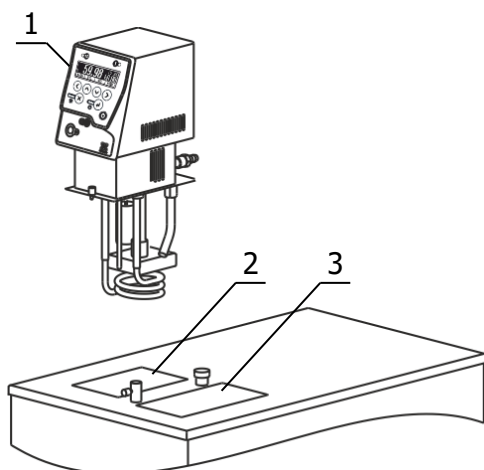
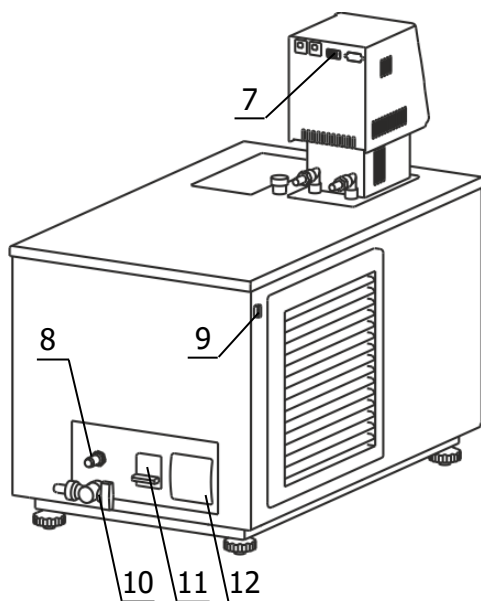

Рисунок 2 — Установка блока регулирования
Рисунок 4 — Задняя панель термостата
2.2.3 Блок регулирования 1 погрузить в отверстие 2 (рисунок 2) и закрепить винтовыми фиксаторами на крышке термостата.
2.2.5 К переливному штуцеру 8 (рисунок 4) присоединить гибкий шланг, второй конец которого опустить в емкость для сбора излишков теплоносителя объемом 1.5–2 литра.
2.2.6 Заполнить ванну термостата теплоносителем через отверстие над рабочей зоной 3 (рисунок 2) до момента начала слива теплоносителя из переливного штуцера 8 (рисунок 4). Температурный диапазон применения теплоносителя должен соответствовать значениям, указанным в 1.2.6.
2.2.7 Вставить вилку сетевого кабеля блока регулирования в розетку 12 (рисунок 4). Соединить кабелем из комплекта поставки блок регулирования (разъем 7) и холодильную машину (разъем 9). Сетевой кабель термостата подключить к питающей сети. Для этого в лабораторном помещении должна быть установлена электрическая розетка из комплекта поставки термостата.
2.2.8 Автоматический выключатель 11 (рисунок 4) перевести в положение «включено».
2.2.11 Для заполнения соединительных шлангов и устранения воздушных пробок при первом запуске термостата, необходимо включить блок регулирования в режиме прокачки. При работе циркуляционного насоса уровень теплоносителя во внутренней ванне понизится, что может привести к срабатыванию защиты от недостаточного уровня теплоносителя. Доливать теплоноситель следует до тех пор, пока он не начнет переливаться через штуцер 8 (рисунок 4).
2.4.2 Надеть сливной шланг из комплекта поставки на кран 10 (рисунок 4) и закрепить его хомутом. Свободный конец шланга опустить в емкость для сбора теплоносителя объемом, превышающим объем термостата.